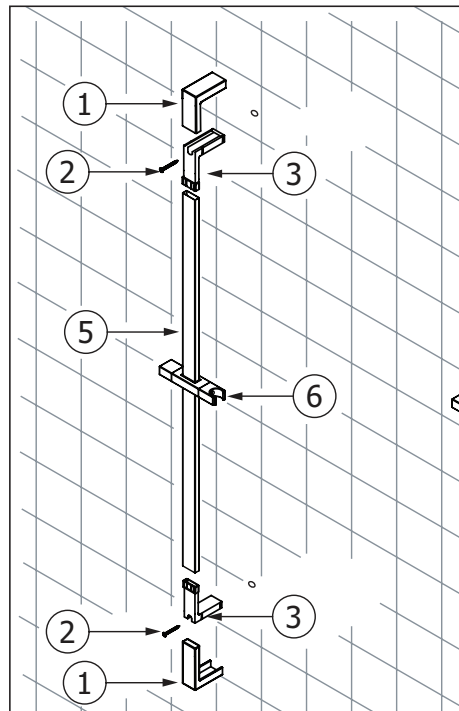

Fig.2
Assemble the slider (6) to the tube (5), and adjust the slider to a suitable position. Assemble the wall brackets (3) to the upper part and lower part of tube, then fix them with self-tapping screws (2), as in Fig. 2 and place the wall bracket covers (1) to the wall brackets.
Insérer le curseur réglable (6) dans la barre (5) et le faire glisser à la hauteur désirée. Insérer les supports muraux (3) dans le haut et le bas de la barre et les fixer au mur à l'aide des vis autotaraudeuses (2) tel qu'illustré en Fig.2. Recouvrir les supports muraux avec les plaques décoratives (1) prévues à cet effet.